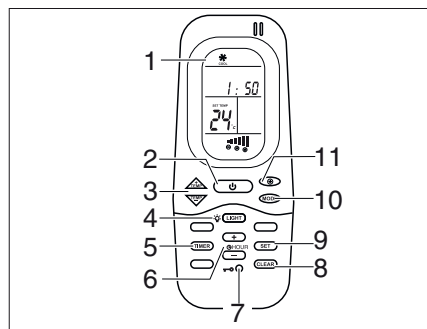
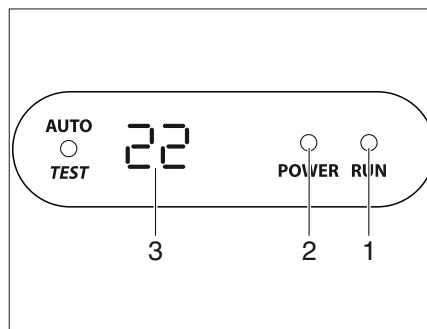

Bild 319 Fjärrstyrning
Bild 320 Display på diffusorn
Klimatanläggningen är monterad på fordonets tak. Fjärrstyrningen (Bild 319) för klimatanläggningen finns i köket.
- Anslut fordonet till 230 V-försörjningen. Klimatanläggningen är driftklar. Lysdioden (Bild 320,2) på diffusorns display lyser röd.
- Tryck på På-/Avslagningsknappen (Bild 319,2) på fjärrstyrningen för att starta. Lysdioden (Bild 320,1) lyser grön när klimatanläggningen arbetar med kylning. Lysdioden (Bild 320,1) lyser röd när klimatanläggningen arbetar med uppvärmning.
- Ställ in önskat driftläge med knappen MODE (Bild 319,10).
- Ställ vid behov in önskat fläktsteg med knappen (Bild 319,11) och rumstemperaturen med knapparna (Bild 319,3).
**Avslagning:** ■ Tryck på På-/Avslagningsknappen (Bild 319,2) på fjärrstyrningen för avslagning.
- Starta med På-/Avslagningsknappen (Bild 319,2) på fjärrstyrningen för att programmera klimatanläggningen.
- Tryck på knappen TIMER (Bild 319,5). ON-indikeringen för starttiden aktiveras.
- Ställ klockan med knapparna TEMP (+/-) (Bild 319,3).
- Tryck på knappen TIMER (Bild 319,5) igen. OFF-indikeringen för starttiden aktiveras.
- Tryck på knappen TIMER (Bild 319,5) igen.
- Tryck på knappen SET (Bild 319,9) i slutet av inställningen.
- Tryck på knappen CLEAR (Bild 319,8) för att radera timer-programmeringen.